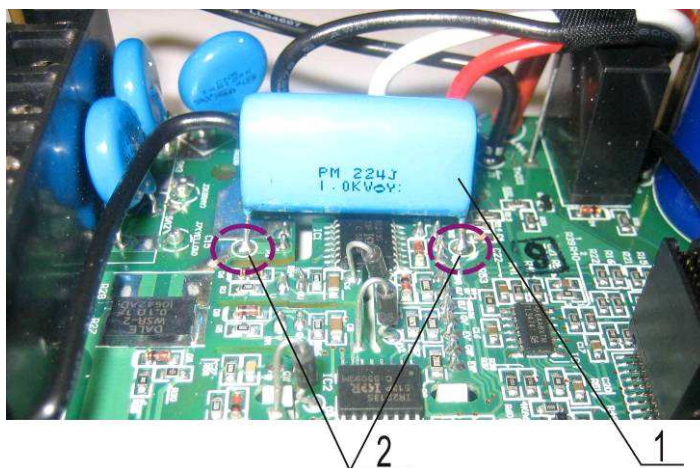

Рис. 7.14
7.3.12. Установить в отверстия платы выводы конденсатора 1. Паять выводы конденсатора. Места пайки показаны на рис. 7.14.